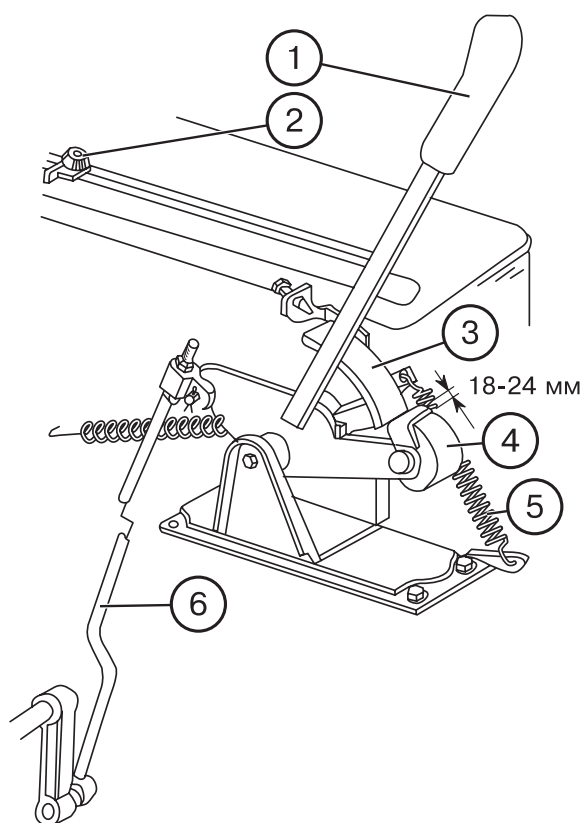
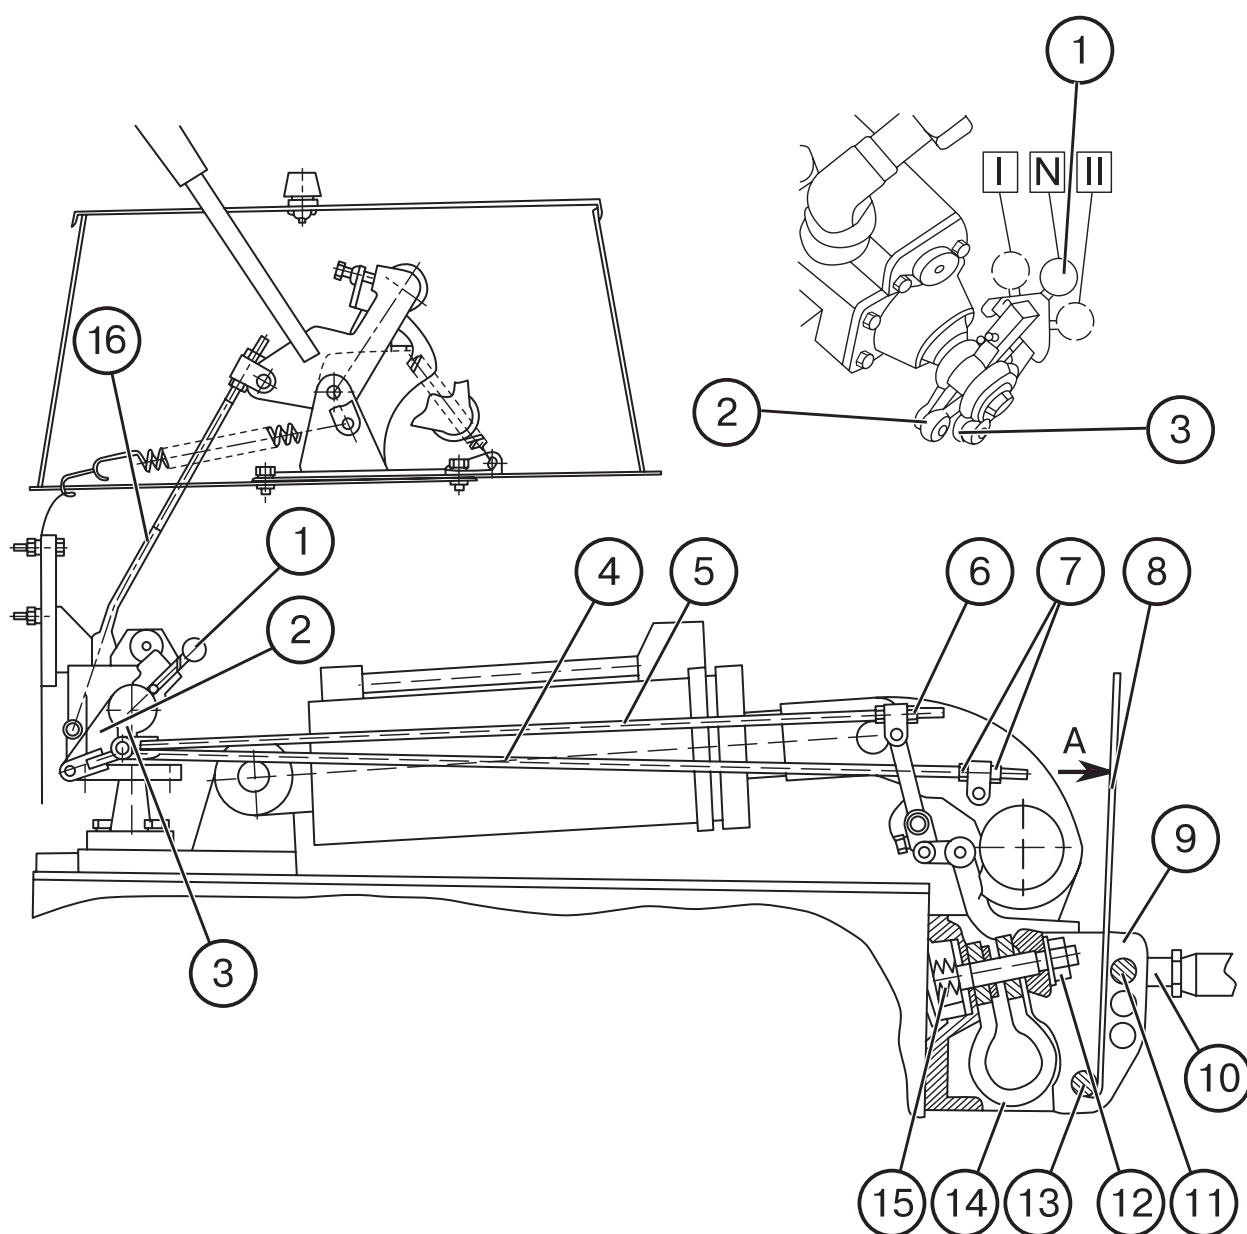

Рис. 25. Управление силовым (позиционным) регулятором (тракторов с унифицированной кабиной):
Рис.28.
В начале гона опустите навесную машину, повернув рукоятку 1 (рис. 25) вперед по сектору 3. Чем дальше вперед будет установлена рукоятка, тем больше глубина обработки почвы.
При использовании позиционного способа регулирования регулятор гидросистемы обеспечивает установку рукояткой управления 1 (рис. 25) желаемого положения сельскохозяйственной машины относительно остова трактора и автоматическое поддержание этого положения в работе.
Установите навесное орудие в требуемое положение. Опускание производите поворотом рукоятки 1 (рис. 25) вперед по сектору 3. Чем дальше вперед будет установлена рукоятка, тем ниже опустится орудие, и наоборот, чем дальше по сектору на себя будет повернута рукоятка, тем орудие поднимется выше.
При высотном регулировании переключатель 1 (рис. 27) установите в среднее положение (N). Для подъема орудия рукоятку 1 (рис. 25) поверните на себя до упора и удерживайте до окончания подъема, после чего рукоятка должна самопроизвольно возвратиться в положение "транспортная нейтраль" (до упора ролика 4 в сектор 3). Опускание производите перемещением рукоятки 1 вперед в зону регулирования (ролик 4 накатывается на сектор 3) до начала опускания орудия.
2. Отрегулируйте длину тяги 16 (рис. 28) так, чтобы при переводе рукоятки назад (по ходу трактора) между резиновым роликом на этой рукоятке и краем сектора образовался зазор, равный 18-24 мм (см. рис. 25).
- а) установите переключатель 1 (рис. 28) в среднее положение;
- а) установите переключатель 1 в среднее положение (см. рис. 28);